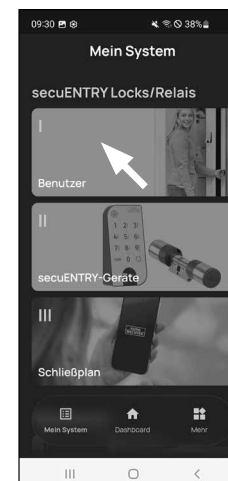

Fig. 1
- 1 Selezionare la prima voce del menu "I - Benutzer" (I - Utente) (Fig. 1).